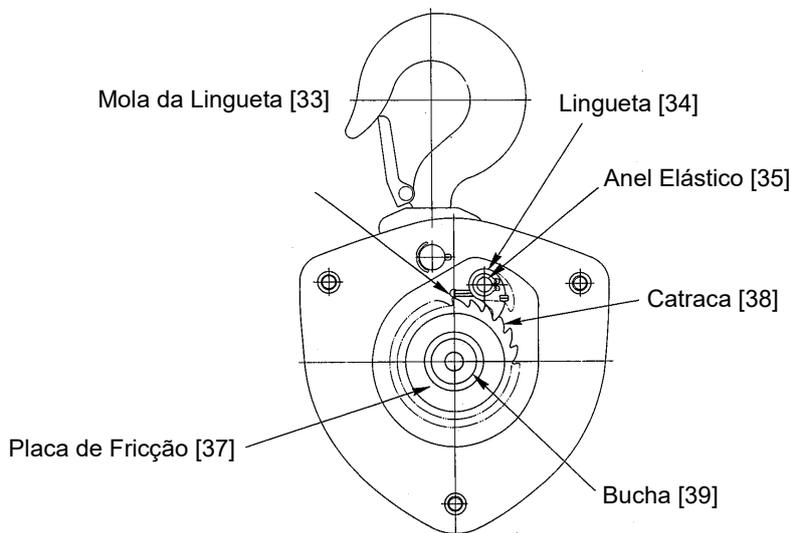

Figura 6-9 Montagem do Freio e da Lingueta
15) Aplique o óleo recomendado* de máquina ao pino da lingueta (na placa lateral A [11] e junte as molas da lingueta A [33], e B [33] e a lingueta [34]. Prenda-os com o anel elástico [35]. Veja a Figura 6-9.
17) Limpe toda a sujeira do disco de fricção [36], das placas de fricção [37] e de ambos os lados da catraca [38] e verifique se o óleo bucha [39] (bucha com óleo dentro) é adequado. Depois coloque a placa de fricção, a bucha, a catraca e a placa de fricção respectivamente no disco de fricção. (Assegure-se que o a catraca e a lingueta se encaixaram corretamente). Veja a Figura 6-9.